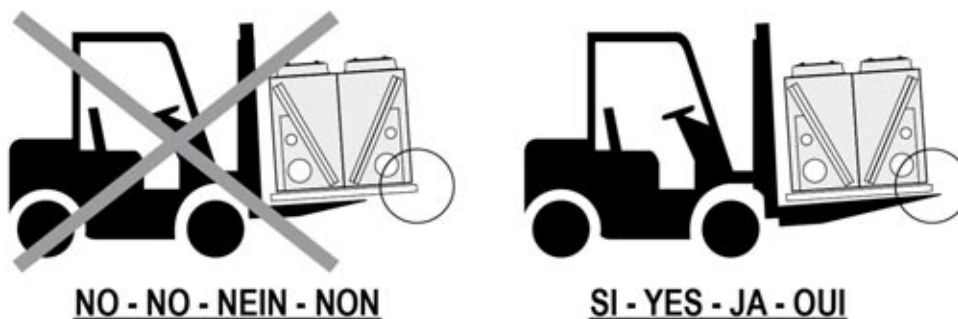

FIG.02
10. Dans le cas d'une manutention à l'aide d'un chariot élévateur vérifier que les fourches dépassent d'au moins 200 mm en dehors de l'appareil ventilé. La longueur des fourches doit-être au moins de 800 mm (FIG. 02).